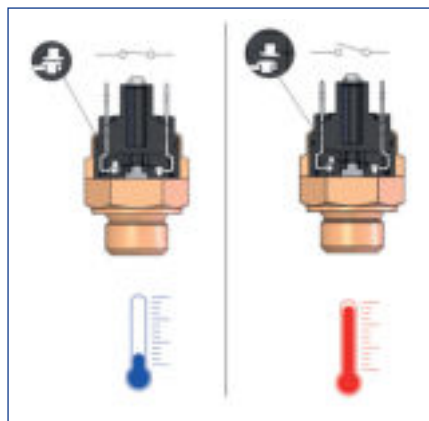

ABB. 2 FIG. 2
- Die Darstellung in Abb. 2 zeigt einen Thermostat mit Kontakten, die in Abwesenheit von Temperatur NORMALERWEISE GESCHLOSSEN (N.C.) sind. Wir sehen also, dass in Abwesenheit von Temperatur die Kontakte geschlossen sind und dass das Signal an den Außenkontakten vorhanden ist. Bei Erreichen der Eichtemperatur steigt der elektrische Kontakt und unterbricht das Signal.
- The diagram of Fig. 2 shows a Thermostat with NORMALLY CLOSED (NC) contacts in the absence of temperature. We can see that the contacts are closed and the signal is present on the external contacts. When the temperature setting is reached, the electrical contact rises and interrupts the signal.